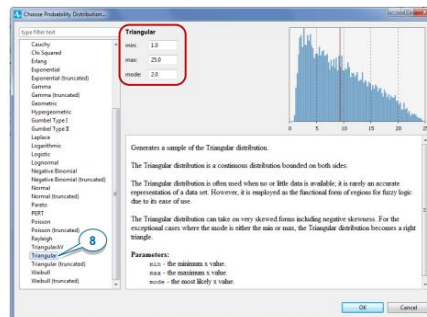

Рисунок 8.7 – Діалогове вікно
7. Ви побачите діалогове вікно «Вибір розподілу ймовірностей» (рис. 8.7).